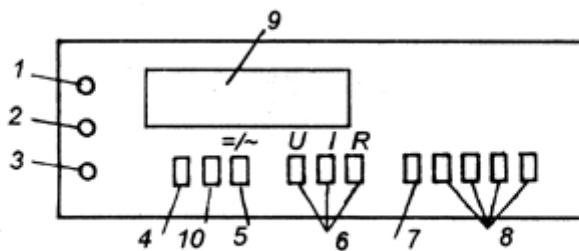

Рис. 1
**1. Универсальный прибор — вольтамперометр (рис. 1)**